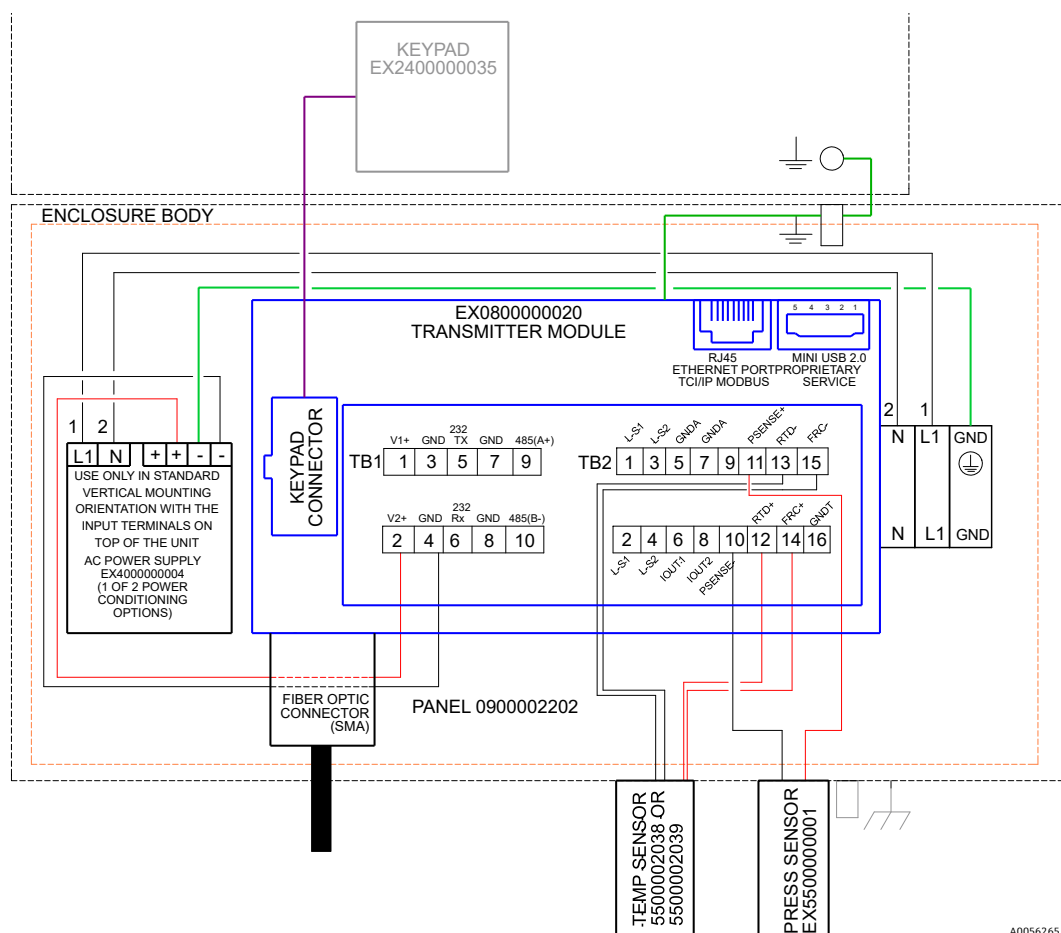

Рисунок 9. Соединения TB1/TB2
Для подключения токовой петли и аварийной сигнализации используйте кабели, не входящие в комплект поставки. См. Рисунок 9.
- Подключите выходы IOUT1 и IOUT2 (4–20 мА) к клеммам 6 и 8 (см. Рисунок 9 и Таблица 1. Клеммный блок TB2).